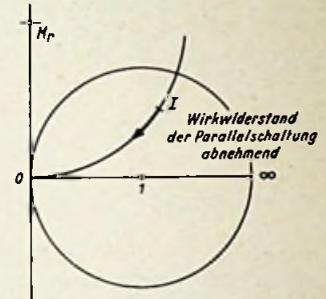

Bild 6. Parallelschalten zweier Wirkwiderstände
- Er muß die x-Achse im Punkt 0 berühren (Bild 6).
- Sein Mittelpunkt ( $M_r$ ) muß auf der durch  $x = 0$  gehenden y-Achse liegen (Bild 6).